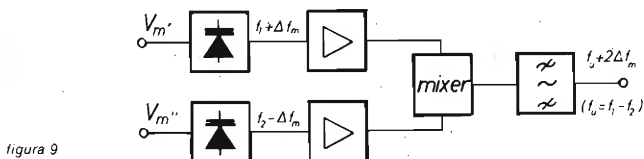

figura 9
2) Modulatori a due oscillatori in controfase [5]; secondo lo schema a blocchi di figura 9 le uscite di due oscillatori modulati singolarmente e dallo stesso segnale in controfase, vengono inviate a un convertitore che fornisce la frequenza differenza.